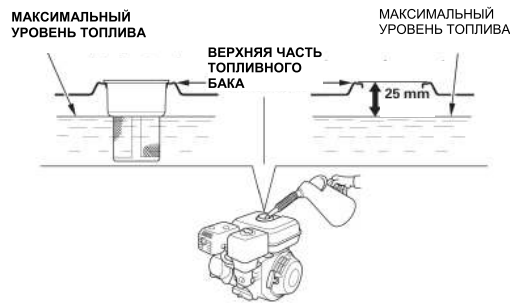

Рис. 2
- Откройте крышку топливного бака. Проверьте визуально уровень, долейте топливо до уровня согласно (Рис. 2), плотно закройте крышку топливного бака;